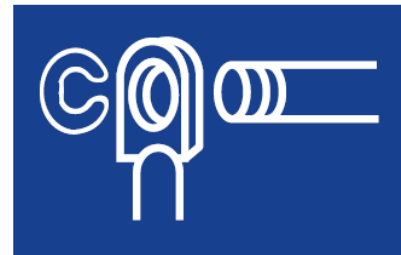

Fig. 6
3. Oogaansluiting met borgclip (Fig. 6).